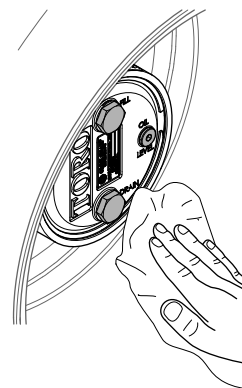

Figura 103
3. Pulite l'alloggiamento degli ingranaggi planetari e la scatola del freno (Figura 103).